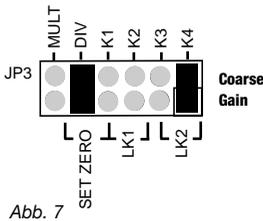
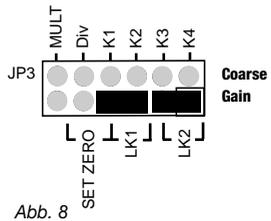

Abb. 7
Abb. 8
- Setzen Sie eine Brücke auf die **DIV** Position und die zweite auf die **K4** Position der Leiste **JP3**. Siehe Abb. 7. Versetzen Sie die Brücke von der **K4** Position auf die **K3** Position. Versetzen Sie die Brücke von der **K3** Position auf die **K2** Position. Versetzen Sie die Brücke von der **K2** Position auf die **K1** Position. Versetzen Sie beide Brücken auf die **LK1** und **LK2** Positionen. Siehe Abb. 8.